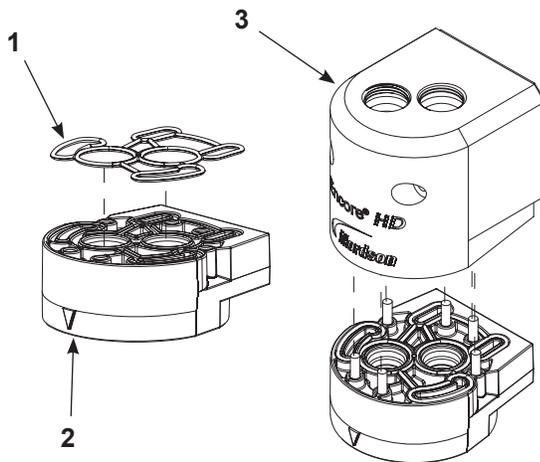

Figura 21 Montar el bloque Y inferior en el distribuidor de purga
1. Ver la figura 21. Colocar la junta tórica personalizada (1) en el bloque Y superior (2) tal y como se muestra, después fijar el bloque Y superior a la carcasa del distribuidor de purga (3) con el hardware proporcionado (4).